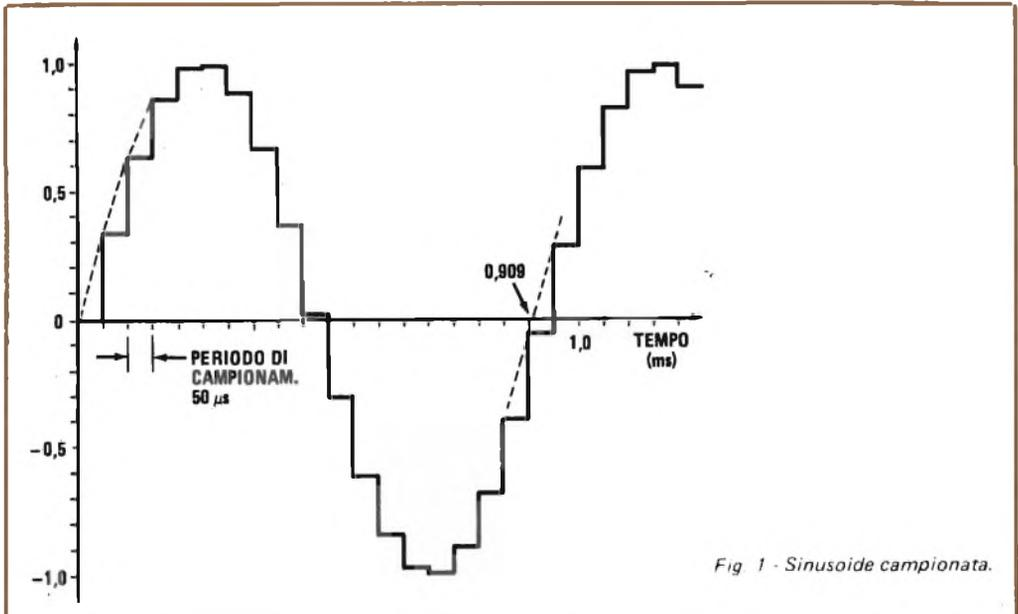

Fig. 1 - Sinusoide campionata.
**Il teorema del campionamento** - Qualsiasi forma d'onda, semplice o complessa che sia, può essere rappresentata come una successione di valori discreti di tensione: ad esempio, quelli che si hanno all'uscita di un convertitore numerico/analogico. Nella *fig. 1* è mostrato l'aspetto che assume un'onda sinusoidale quando esce da un convertitore numerico/analogico; questa forma di rappresentazione del segnale viene denominata "campionata", poiché per costruirla ci si basa su campioni della forma d'onda prelevati in determinati istanti temporali, ciascuno dei quali viene usato come valore dell'onda in uscita sino al successivo istante di campionamento. Ovviamente una sinusoide rappresentata in questo modo risulta tutt'altro che perfetta, come è dimostrabile mediante un analizzatore di distorsione.